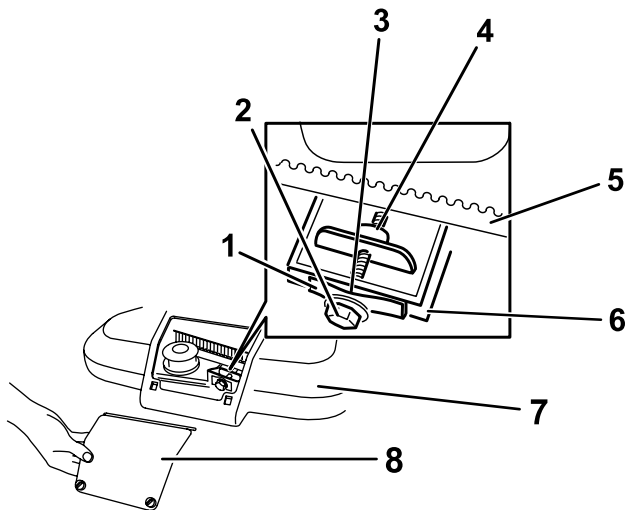

Bild 36
1. Lösen Sie die beiden Vierteldreherschrauben an der Zugangsplatte für die Riemenabdeckung und nehmen Sie die Platte ab (Bild 36).